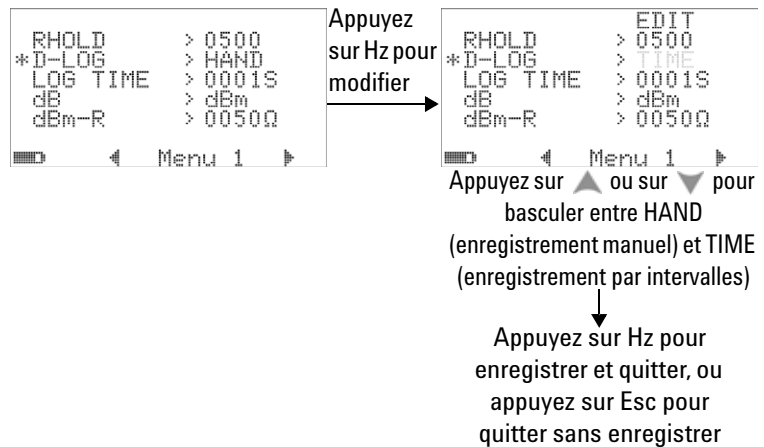

Figure 4-3 Configuration de l'enregistrement de données
- 1 Choisissez le paramètre « HAND » pour activer le mode d'enregistrement manuel des données ou « TIME » pour activer l'enregistrement des données par intervalles. Reportez-vous à la Figure 4-3 ci-dessous.